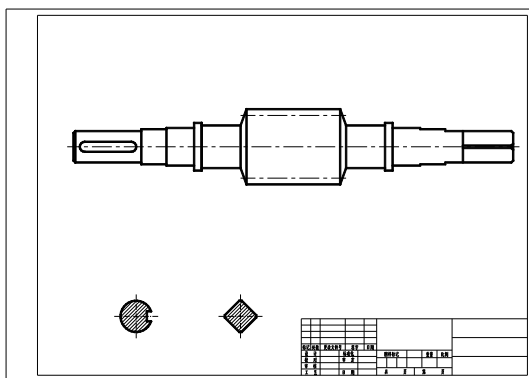

图 11-60 变换中心线和蜗杆分度圆线型
- 2) 修改中心线图层和线型比例。结果如图 11-60 所示。